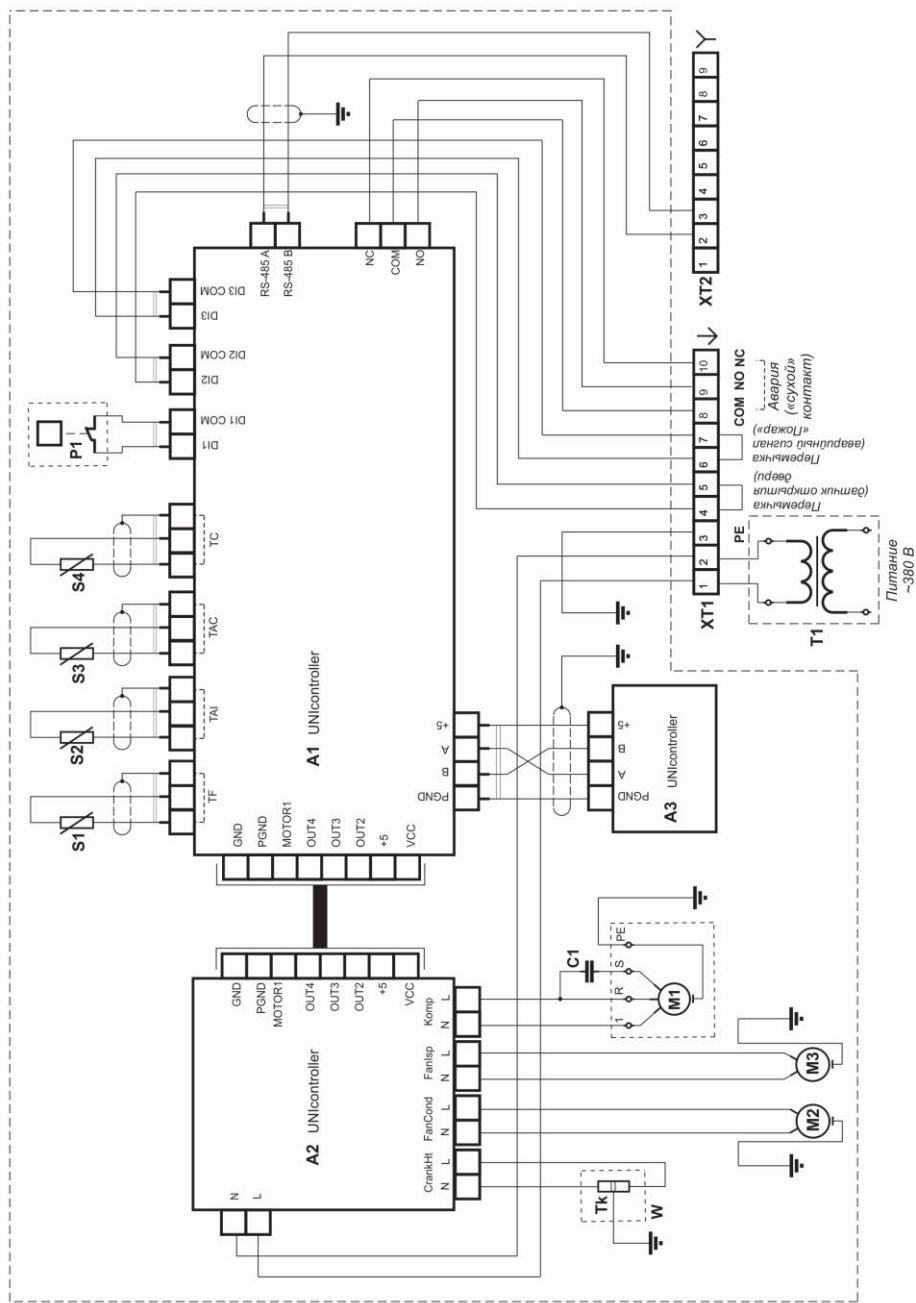

Рис. 4 - Электрическая схема кондиционеров MHW-105(S)3 UNIcontroller и MHW-108(S)3 UNIcontroller
5.10.2 Подключение электропитания, производится к контактам 1, 2 и 3 коммутационного разъема XT1 кондиционера в соответствии с электрической схемой, приведенной на рис. 4, через понижающий трансформатор.
Условные обозначения компонентов электрических схем кондиционеров (к рис. 4):